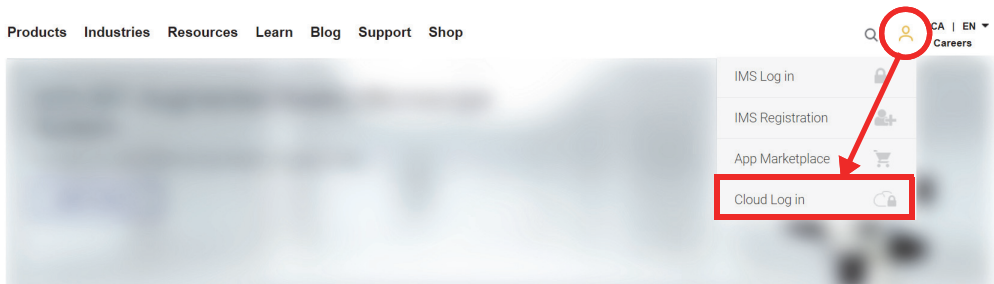

Figura 9-5 Cloud Log in (login del cloud)
- Se è necessario creare un nuovo account nell'OSC, passare a www.olympus-ims.com cliccare su **Cloud Log in** (login del cloud) per creare il proprio account (vedi Figura 9-5 a pagina 241).